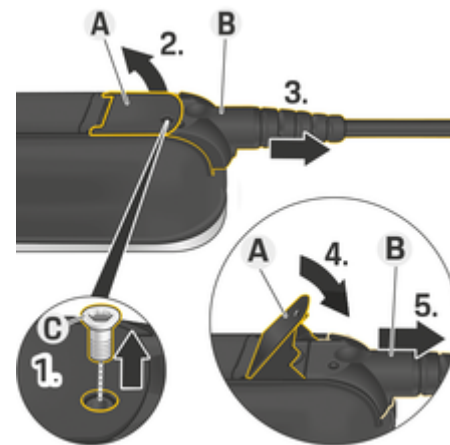

Fig. 15: Débranchement du câble
1. Desserrez la vis **C** (Fig. 15) à l'aide d'un outil approprié.
2. Levez le levier **A** (Fig. 15).
3. Sortez le connecteur **B** (Fig. 15) jusqu'au premier point de résistance.
4. Fermez le levier **A** (Fig. 15).
5. Débranchez entièrement le connecteur **B** (Fig. 15).